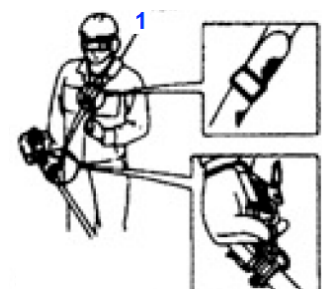

Fig.BC7
4.6- Utilisation de la sangle (Fig.BC7)